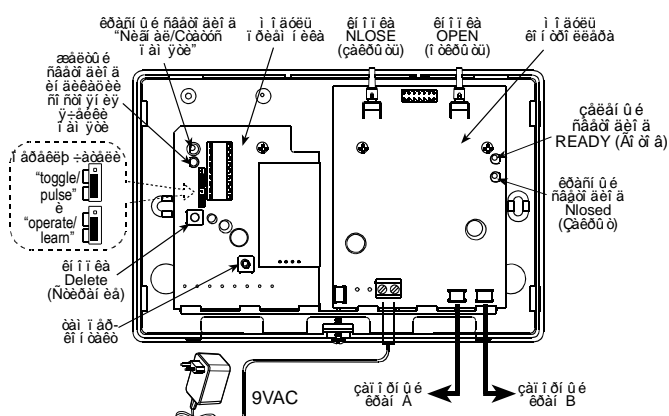

Рис. 3 - Электрический монтаж
- A. Установить переключатель "Работа/Регистрация" ("Operate/Learn") в положение "Learn", как показано на рис. 3. При этом желтый светодиод начнет мигать с постоянной частотой (см.рис.3).
Эти ячейки памяти могут выбираться в возрастающем порядке, по номерам, от 1 до 10. Выбор соответствующей ячейки производится путем нажатия тампер-контакта приемника (см.рис.3).
Желтый светодиод (см.рис.3) показывает номер выбранной ячейки. Эта информация отображается с помощью соответствующих вспышек светодиода, как показано в следующей таблице.
- B. Для выбора желаемого номера ячейки памяти нажмите тампер-контакт (см. рис.3) нужное число раз (от одного до десяти), причем каждое нажатие увеличивает на один номер ячейки в соответствии с таблицей. При этом **красный** светодиод **Signal/Memory status** (Сигнал/Статус памяти) (см.рис.3) показывает статус выбранной ячейки памяти следующим образом:
индикация красного светодиода (см.рис.3)	смысл индикации
- A. Установите переключатель Operation/Learn в положение Learn. Внутренний желтый светодиод (см.рис.3) начнет мигать с постоянной частотой.
- B. Нажмите тампер-контакт (рис.3) необходимое число раз (до десяти), чтобы выбрать необходимый номер ячейки памяти (см.п.3.3). Статус выбранной ячейки памяти индицируется красным светодиодом следующим образом:
Соедините выходы сетевого адаптера (9В), входящего в состав системы, к контактам "PWR" (см. рис.3), не обращая внимание на полярность.
Соедините кабель крана с разъемом А (см. рис.3).
1. Нажмите кнопку Close (см.рис. 3).
1. Нажмите кнопку Open (рис.3).
2. Нажмите кнопку открывания запорного крана **Open** (рис.3) и убедитесь, что подача воды восстановилась.